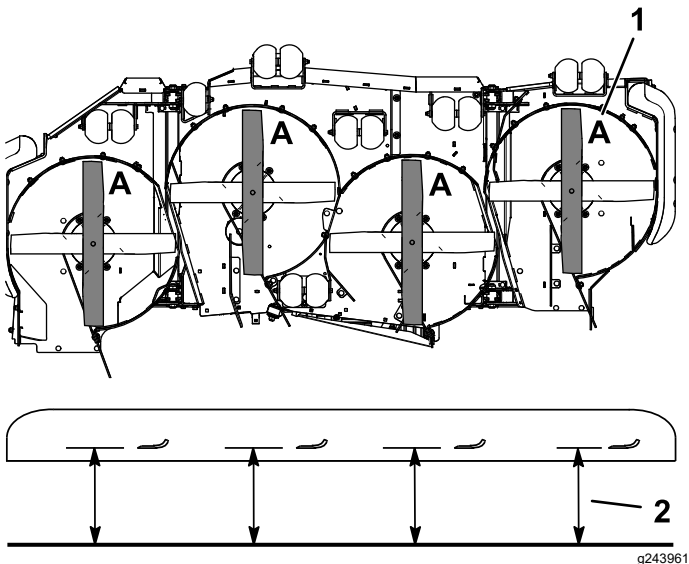

Figura 79
- Gire las cuchillas hasta que los extremos estén orientados hacia adelante y hacia atrás (Figura 79).
- Mida desde una superficie nivelada hasta el filo de corte, posición A, de las cuchillas (Figura 79).